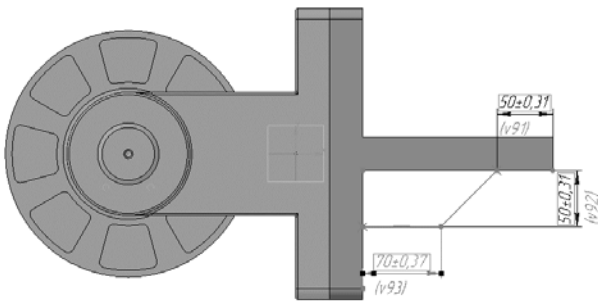

Рис. 55. Проставление размеров ребра жесткости
3.3.5 Для окончательного определения эскиза проставьте три линейных размера (рис. 55).